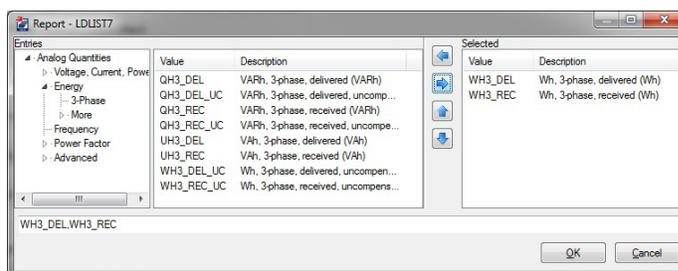

Figura 3 Energías trifásicas
Step 4. En la ventana Report LDLIST7 ir a Analog Quantities > Energy > 3-Phase, seleccionar las cantidades que se muestran en la Figura 3 y pasarlas al campo Selected.